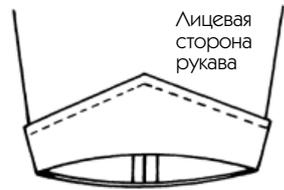

Рис. 385
Второй способ (рис. 385)
4. Отверните отворот кверху и заутюжьте сгиб, чуть смещая его к низу (рис. 385). Если необходимо, пришейте вручную кончик нижнего шва рукава.